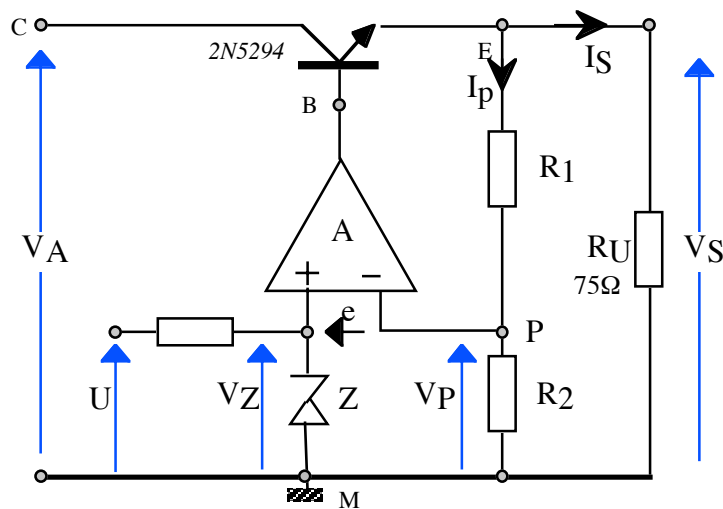

Figure 1
Le montage de la figure 1 représente une alimentation stabilisée réglable utilisant un amplificateur opérationnel dont le gain en tension A est égal à $200 \cdot 10^3$. Elle est chargée par une résistance d'utilisation R_U de 75Ω . La diode Zener sera considérée comme fournissant une tension V_Z de $5V$ parfaitement stable. On ne s'occupera pas, dans ce travail, de son alimentation par la source U . On prendra dans cette première partie $V_A = 30 V$. On donne le gain en courant du transistor « ballast » NPN 2N5294 : $\beta = 125$. Sa résistance interne r_{ce} est suffisamment importante pour être négligée.
13. On revient maintenant au schéma de la partie A de l'étude. Dessiner le schéma équivalent aux petites variations de la figure 1, sachant que l'amplificateur a un gain en tension A et une résistance interne de sortie R_g négligeable.
13. Schéma aux variations du montage de la première partie c'est-à-dire de la figure 1.